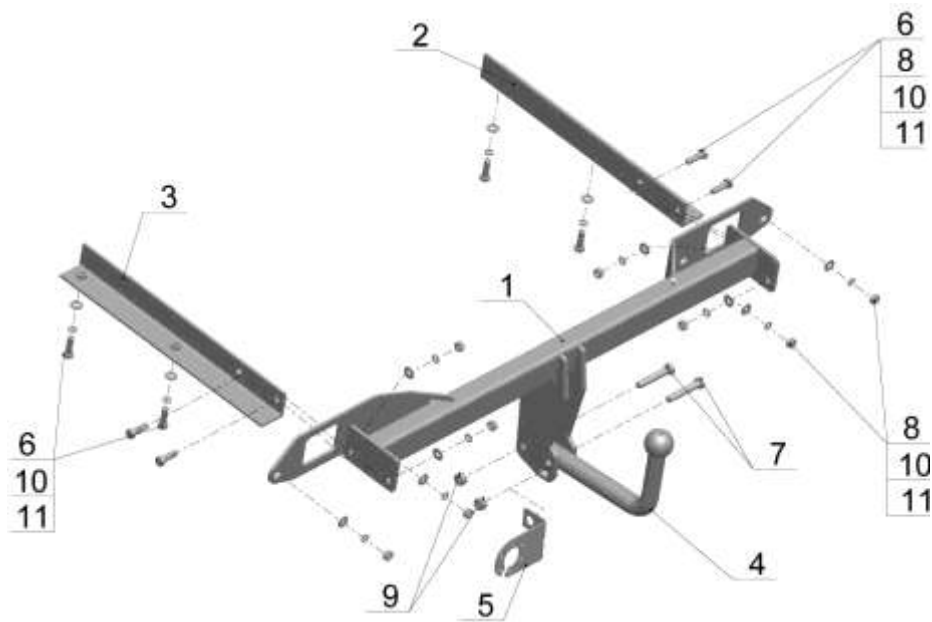

Рис.1.
- Установить ТСУ (рис.1), прикрепив кронштейны с помощью крепежных элементов (поз.8,10,11);